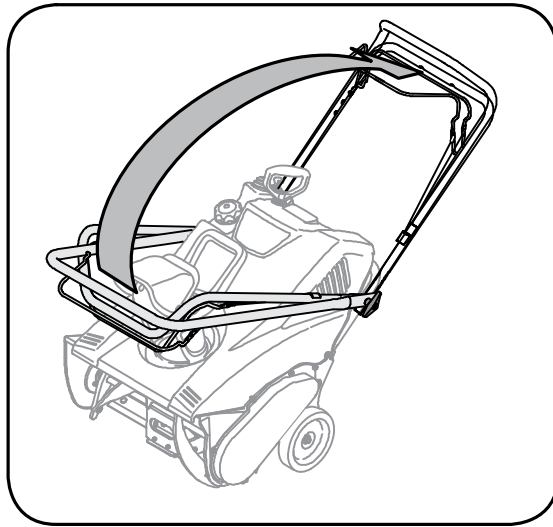

Figure 3-1
2. Relevez le guidon supérieur dans la direction indiquée à la Figure 3-1 jusqu'à ce qu'il s'emboîte à la position de travail. Faites attention de ne pas pincer le câble.